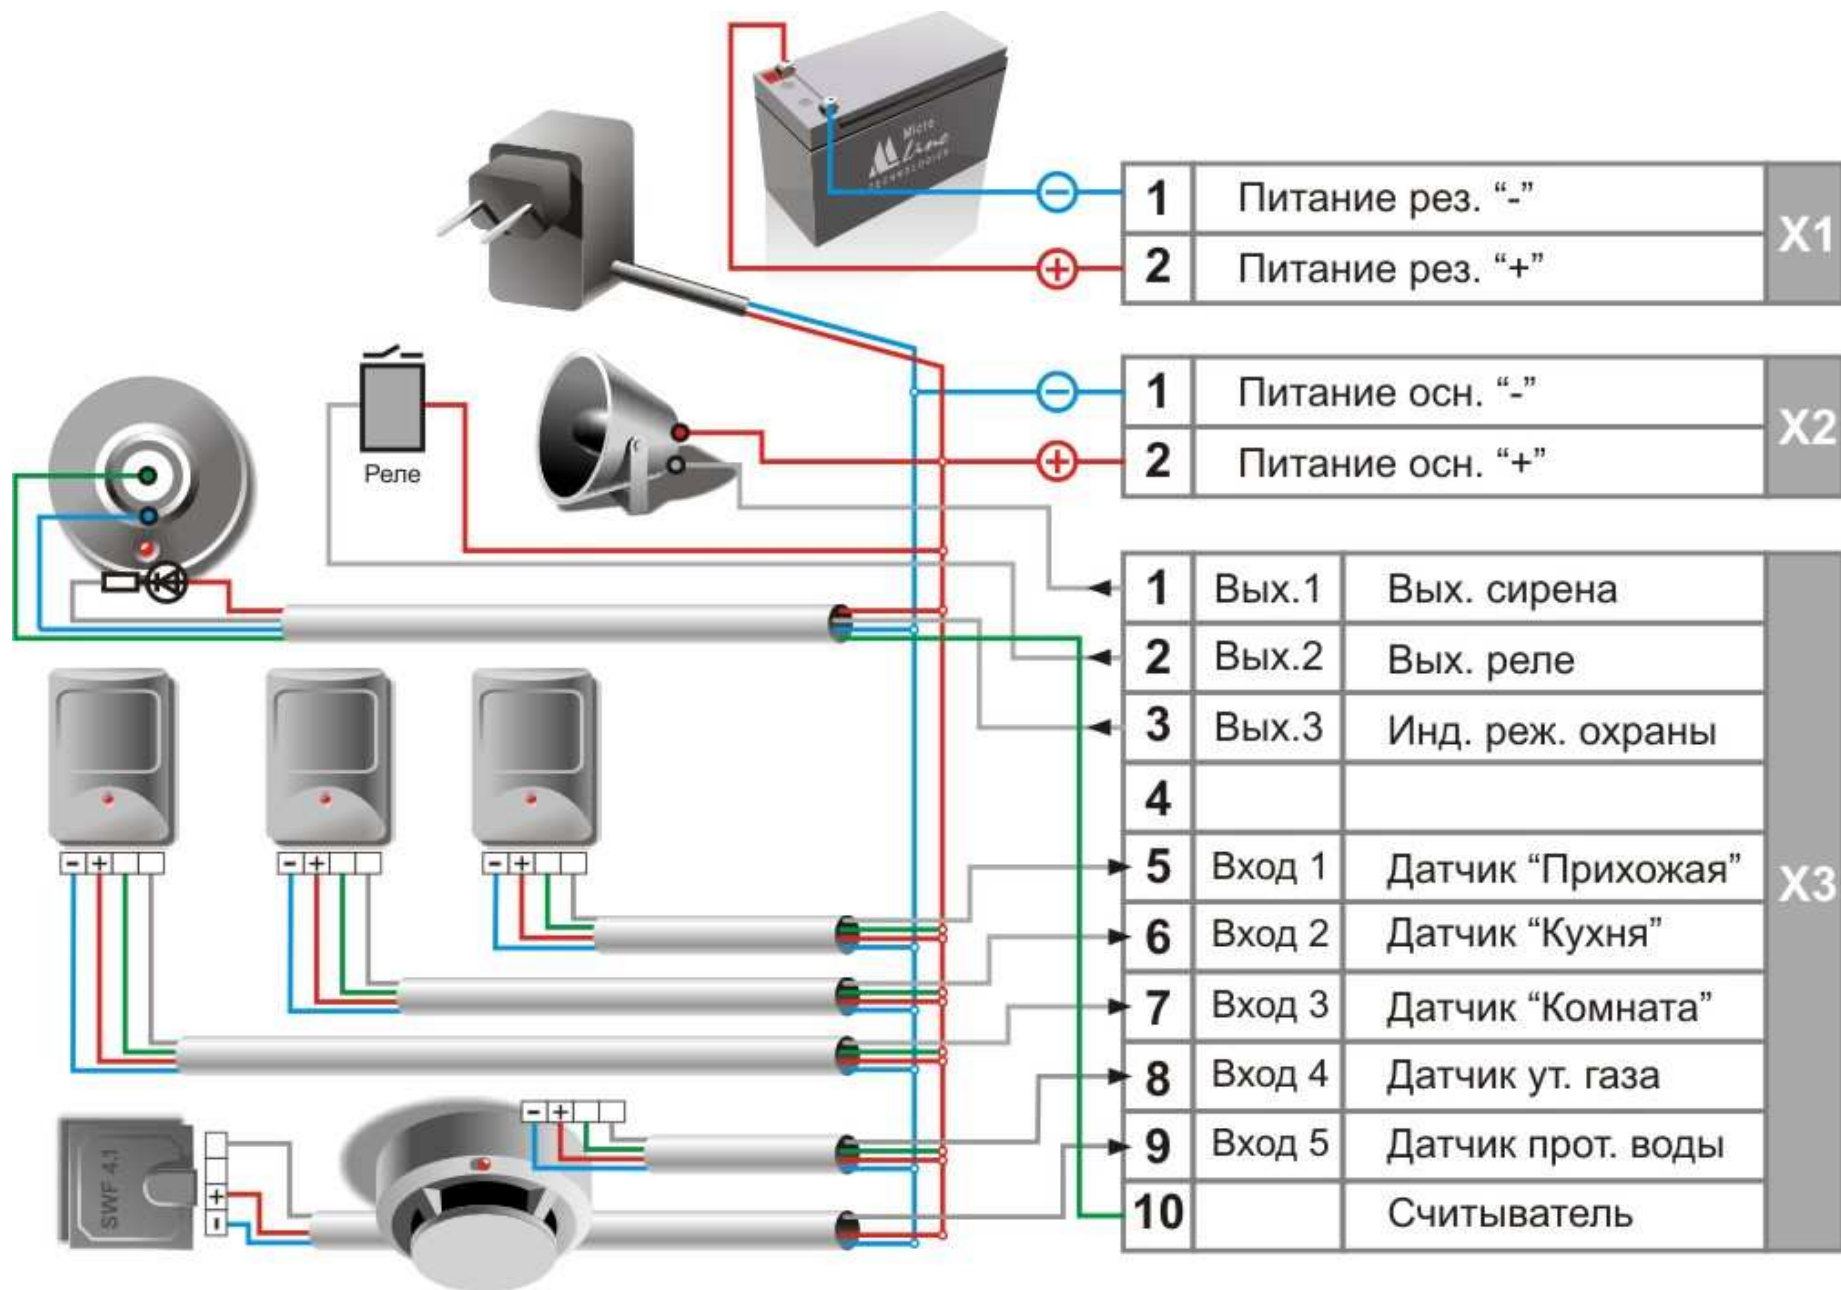

Рисунок 1.
- произведите монтаж соединительных линий соответственно схеме (Рисунок 1);